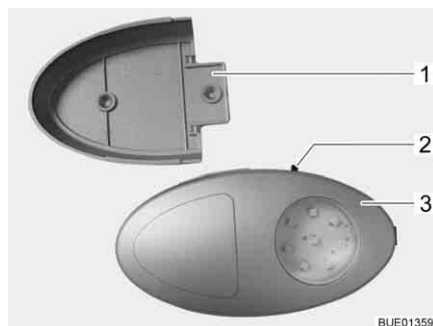

Bild 56 Kleiderschrankleuchte
- ▷ Die Kleiderschrankleuchte kann aus der verschraubten Halterung (Bild 56,1) herausgezogen und als Taschenlampe verwendet werden.
Der Ein-/Ausschalter (Bild 56,2) ist direkt an der Kleiderschrankleuchte (Bild 56,3) angebracht.